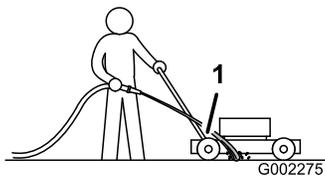

Figura 27
3. Tenete il flessibile da giardino all'altezza della stegola e indirizzate il getto per terra, davanti alla ruota posteriore destra (Figura 27).